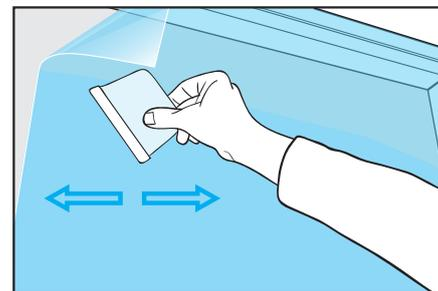

Abbildung 01
- › Die Verklebung der Folie mit einer Raker, die zuvor mit Filz bezogen wurde, beginnen. Raker in einem Winkel von 45° halten und von der Mitte her in Richtung Folienränder ziehen. (Abb. 01)